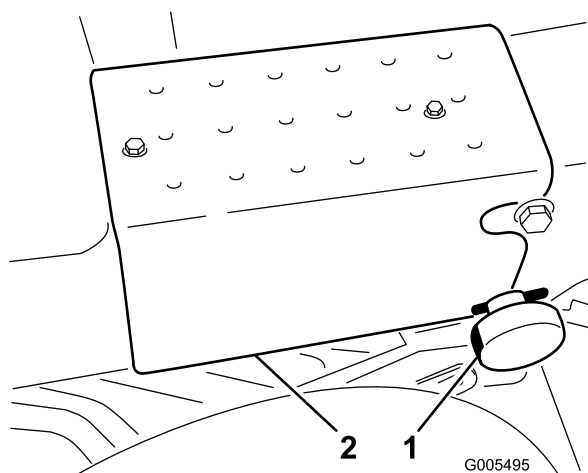

Figure 7
5. Faites pivoter le bras de direction à la verticale (crans). Fixez-le en place avec le bouton de blocage et la goupille fendue (Figure 7).
6. Fixez le marche-pied droit au bâti avec 2 vis autotaraudeuses (Figure 7).